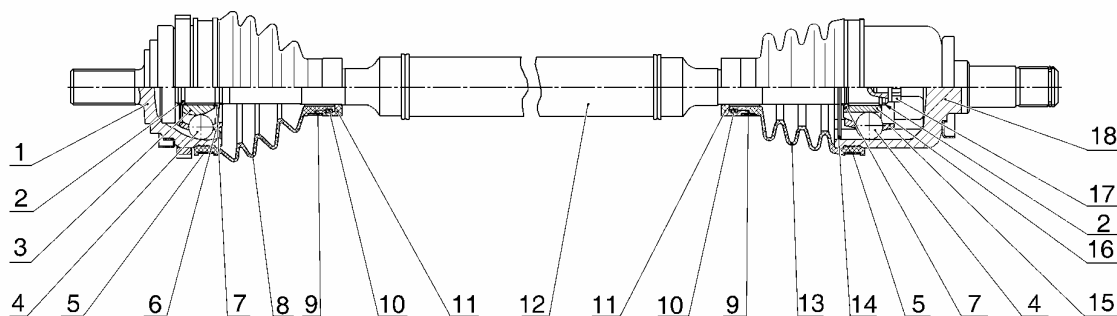

Рис.4. Привод переднего колеса в сборе:
5.1.4 Снять хомуты 5 и 9, рис.4, чехла 8 наружного шарнира и отвести чехол в сторону внутреннего шарнира (приспособления 67.7814-9508 и 67.7814-9511, отвертка плоская).